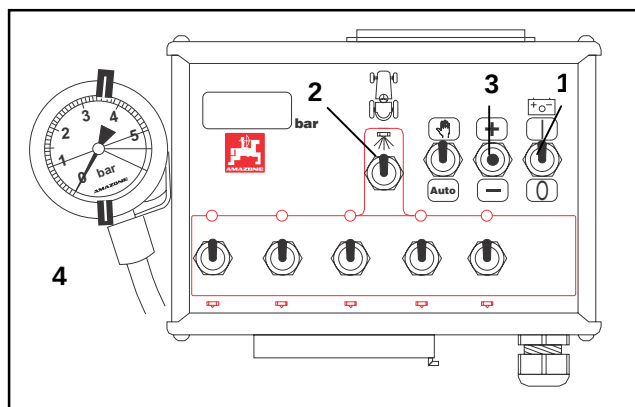
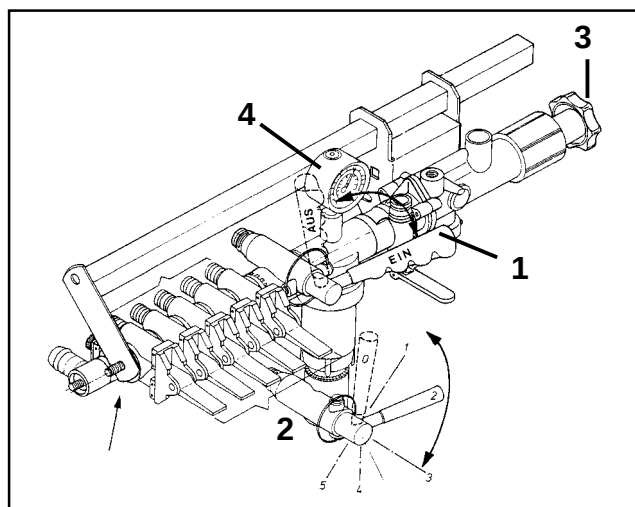

Fig. 7.9
Fig. 7.10
- Tænd/slukkkontakten (fig. 7.9/1) til strømforsyningen sættes i position "I" (tænd) **(kun til betjeningsarmaturer med "elektrisk fjernbetjening med betjeningspanel")**.
- Centralhanen (fig. 7.10/1) sættes i position (tilkoblet) og doseringshanerne (fig. 7.10/2) lukkes **(kun betjeningsarmaturer med "manuel betjening")** og kontakten (fig. 7.9/2) til den centrale til- og frakobling sættes i position "0" (slukket) **(kun på betjeningsarmaturer "elektrisk fjernbetjent med betjeningspanel")**.
- Det ønskede sprøjtetryk indstilles på trykmåleren (fig. 7.9/4 hhv. 7.10/4) ved hjælp af stjernehåndtaget (fig. 7.10/3) hhv. $\pm$ tasterne (fig. 7.9/3).